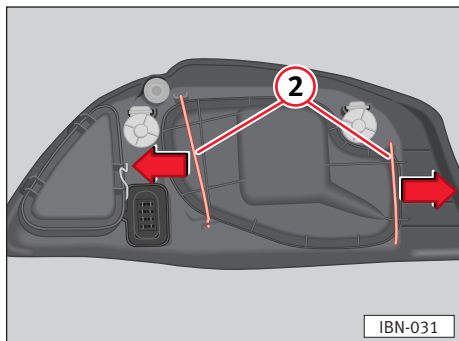

Fig. 148
- Empurrar os tirantes ⇒ fig. 148 ② para fora, no sentido das flechas e retirar a tampa.